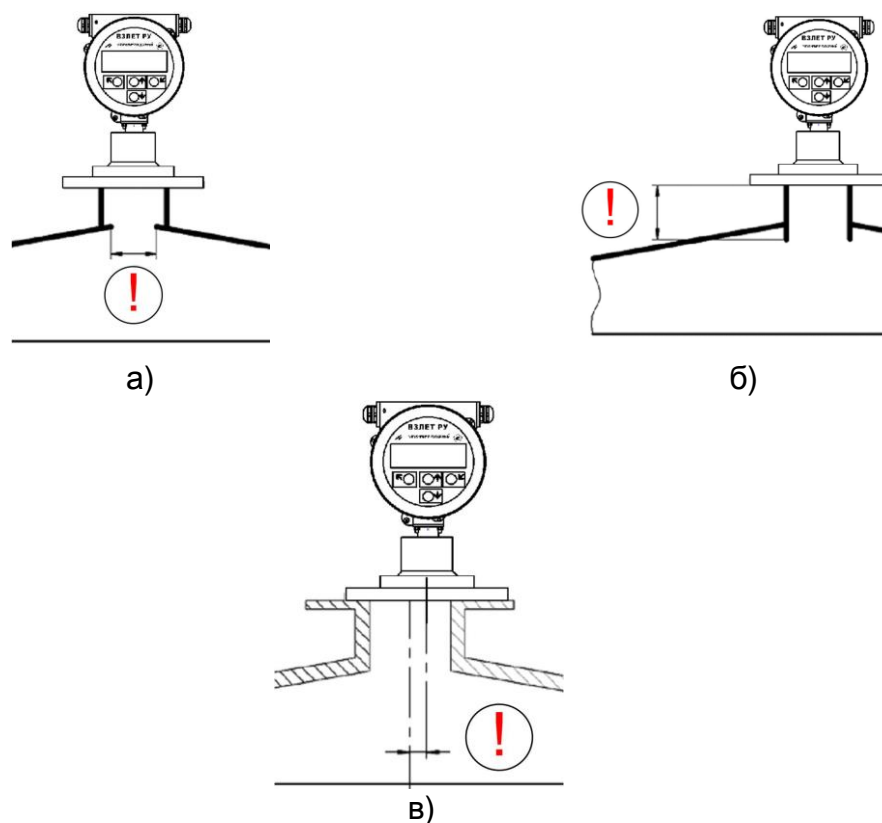

Рис.11. Типичные ошибки при монтаже уровнемера.
4.1.2. На рис.11 приведены примеры неверного монтажа уровнемера.
Вариант монтажа на рис.11.а – край крышки под патрубком выступает внутрь патрубка. Кроме того, отверстие в крыше имеет диаметр меньше минимально допустимого.
Вариант монтажа на рис.11.б – нижний край патрубка заглублен относительно крышки, из-за чего длина патрубка оказывается больше допустимой.
Вариант монтажа на рис.11.в – уровнемер установлен с большим смещением относительно вертикальной оси патрубка. Следует устанавливать датчик по центральной оси патрубка.